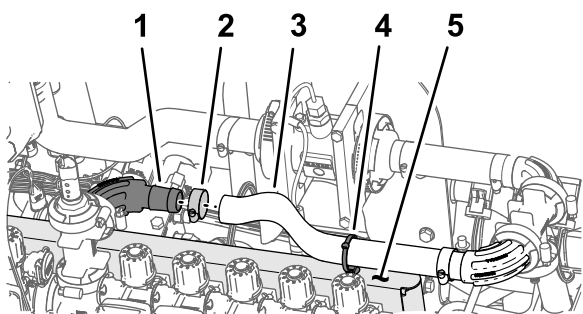

Figura 112
- Monte o tubo (1 x 16 pol.) por cima da união flangeada de 90° (1 pol.), como se mostra na Figura 112.
- Fixe o tubo à união flangeada com uma braçadeira de tubos (Figura 112).
- Instale a nova braçadeira de cabos/fixador de pressão no furo na parte superior da montagem da válvula como se mostra na Figura 112.
- Prenda a braçadeira de cabos/fixador de pressão (Figura 112) em redor do tubo (1 x 16 pol.).